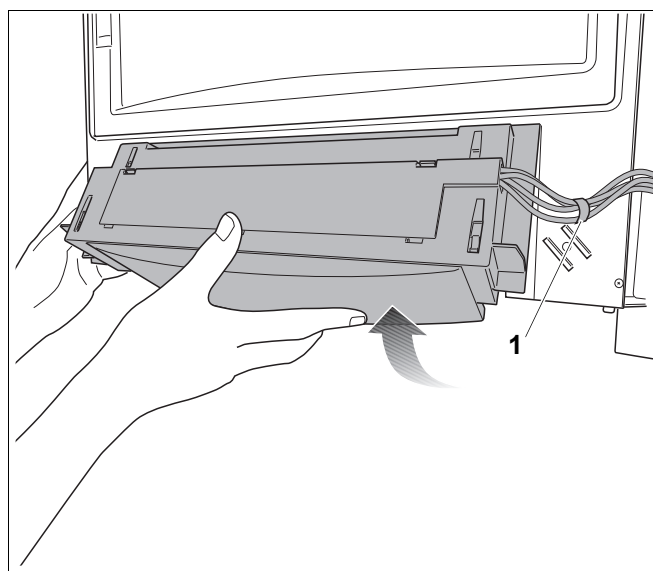

Fig. 122 Detașați tabloul de comandă
- Desfaceți binderul de cabluri (fig. 122, poz. 1).
- Detașați tabloul de comandă (fig. 122).